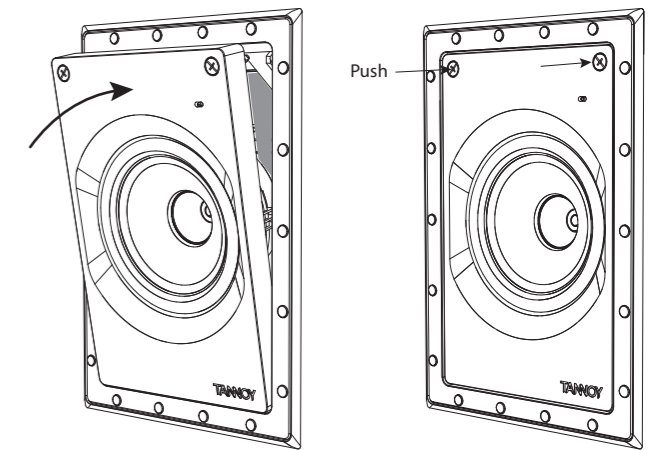

Fig. 13. Installing the Loudspeaker Assembly into the Frame
2. Tenez l'ensemble haut-parleur en biais et insérez les deux languettes saillantes sur son bord inférieur, dans les deux fentes correspondantes du cadre (Fig. 13).